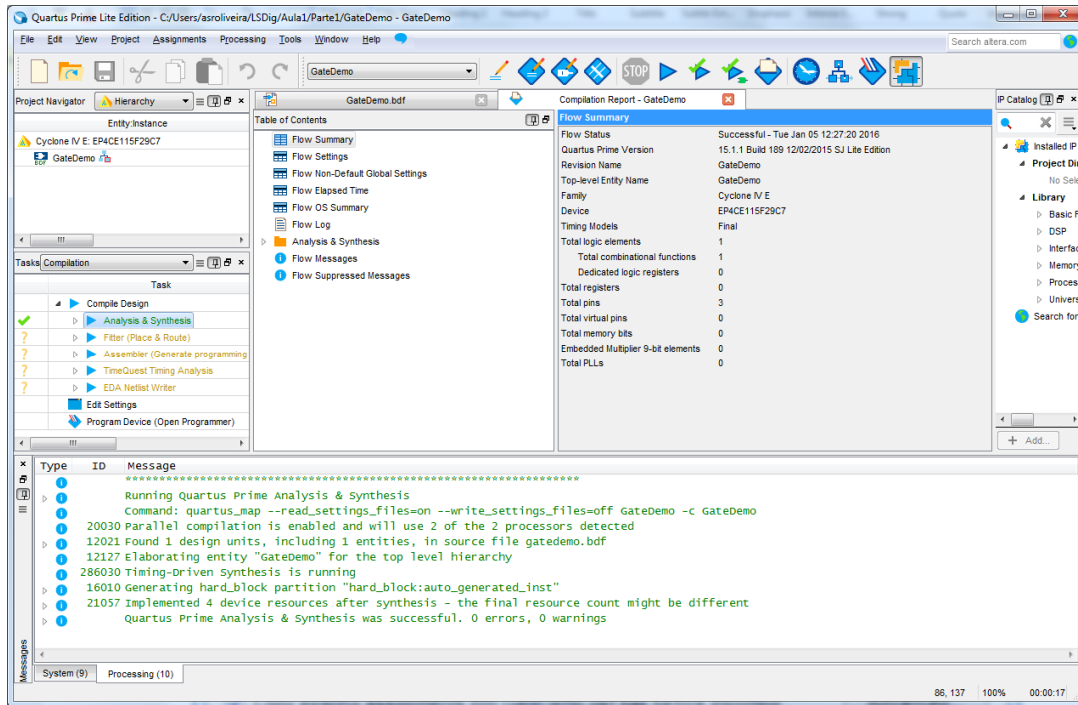

Figura 15 – “*Quartus Prime*” IDE após a execução da “*Analysis & Synthesis*”.
8. Seguidamente vai ser validado por simulação o comportamento da porta lógica utilizada. No entanto, antes de efetuar a simulação, execute a opção “*Analysis & Synthesis*” para que seja analisada a correção estrutural do projeto. Após a execução da “*Analysis & Synthesis*” o IDE deve apresentar o aspeto da Figura 15.